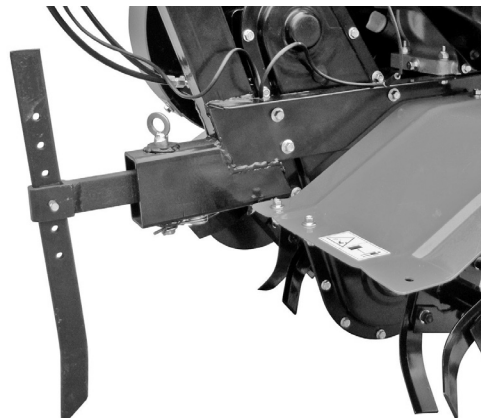

Abbildung 6
- Stellen Sie die Bodenbearbeitungstiefe ein, indem Sie die Tiefe des Kufe anpassen. Durch Absenken des Hebels wird die Bodenbearbeitungstiefe erhöht, durch Anheben des Hebels wird die Bodenbearbeitungstiefe verringert. (Siehe Abb. 6).